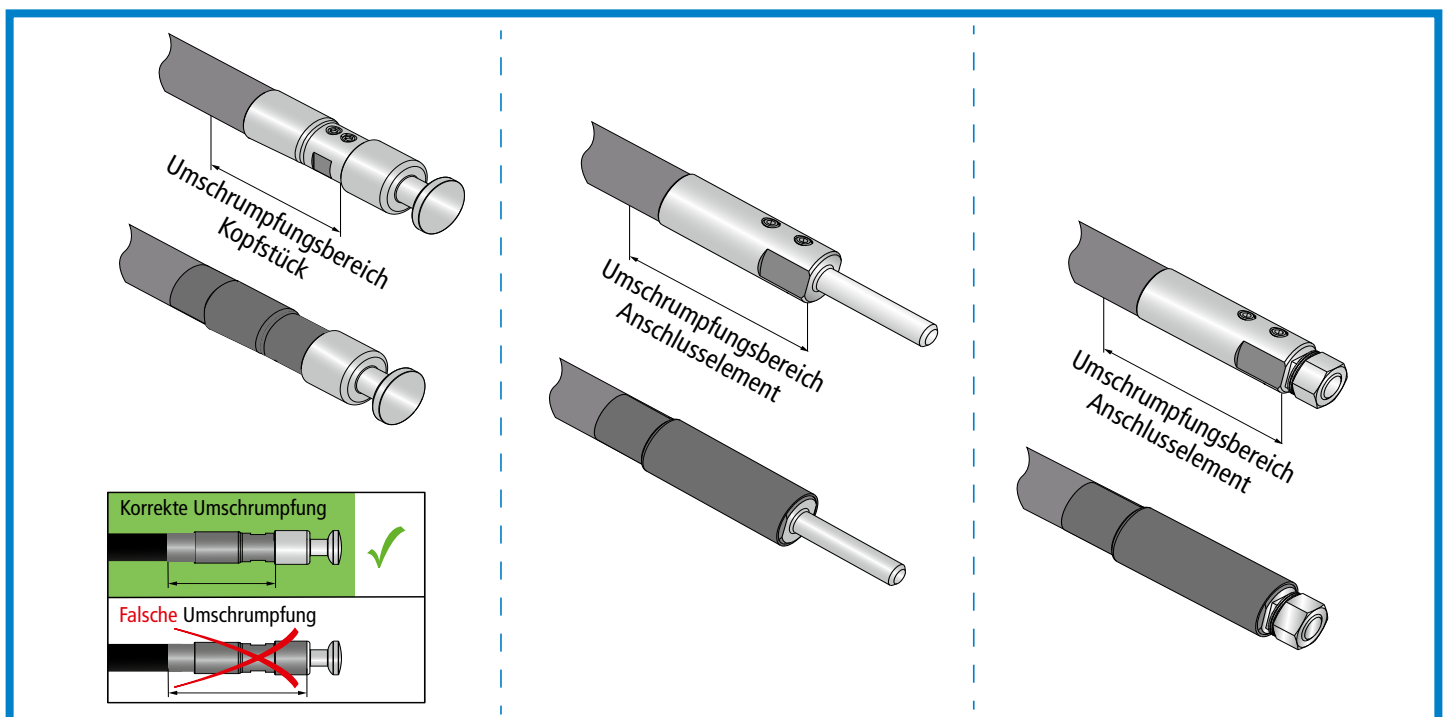

Bild 3 Umschrumpfen des Kopfstückes bzw. Anschlusselementes
- ➔ Der vorgegebene Umschrumpfungsbereich vom Kopfstück, Anschlusselement bis hin zur **HVI®Leitung** ist einzuhalten (siehe Bild 3).